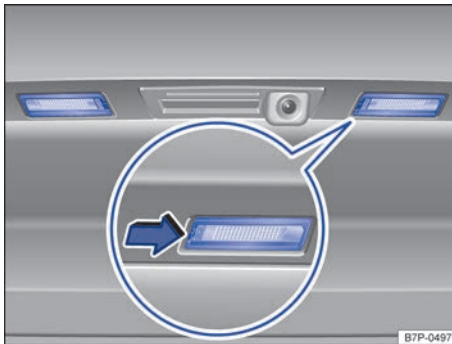

Fig. 250 En el portón del maletero: luz de matrícula.
2. Presione con la punta plana del destornillador de las herramientas de a bordo en el rebaje de la unidad de iluminación, en el sentido de la flecha → fig. 250.